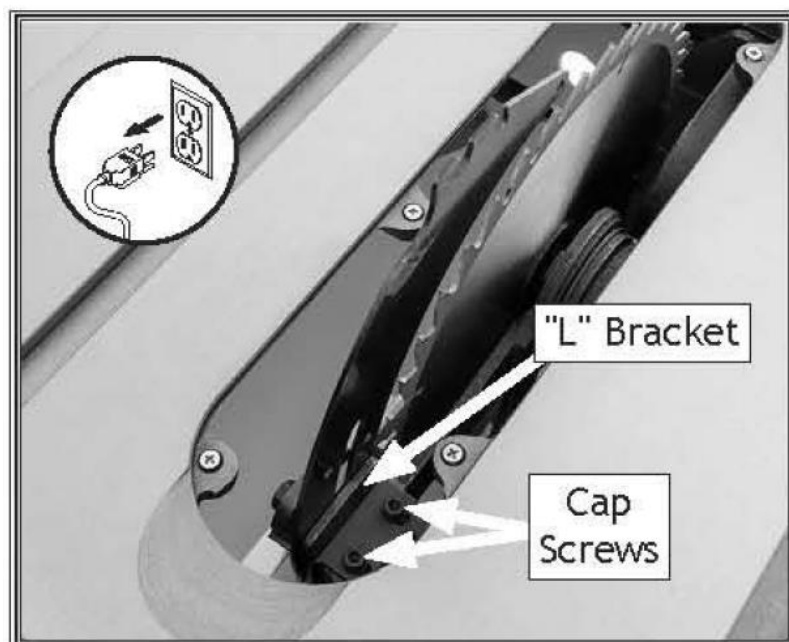

Рисунок 111. Винты с колпачками для регулировки положения расклинивающего ножа.
3. Ослабьте два крепежных винта на кронштейне "L" (см. рис. 111), затем сдвиньте расклинивающий нож чтобы выровнять его в плоскость с диском.